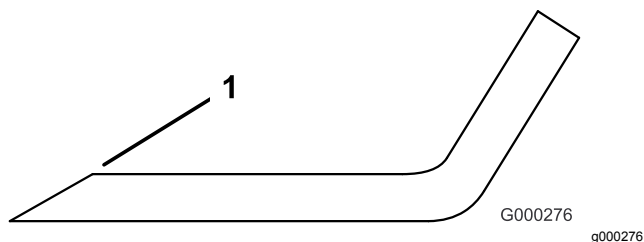

Figure 106
1. Au moyen d'une lime, aiguissez les tranchants aux deux extrémités de la lame (**Figure 106**).